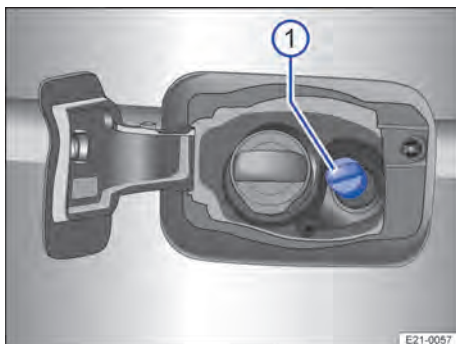

Fig. 165 Derrière la trappe à carburant : Bouchon de la goulotte de remplissage d'AdBlue
La goulotte de remplissage d'AdBlue® se trouve derrière la trappe à carburant, à côté de la goulotte de remplissage de carburant → fig. 165 ①.